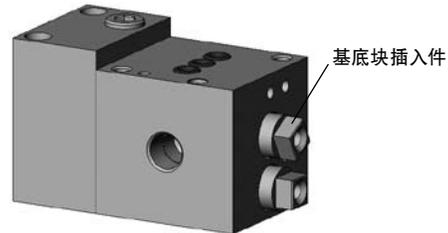

图2
3. 用9/64 in. 六角扭矩扳手穿过基底块插入件, 将两个基底块插入键螺丝拧入左端基底块插入件并拧紧至35 到 45 in.·lb (4.0 到 5.1 N·m)。见图2。